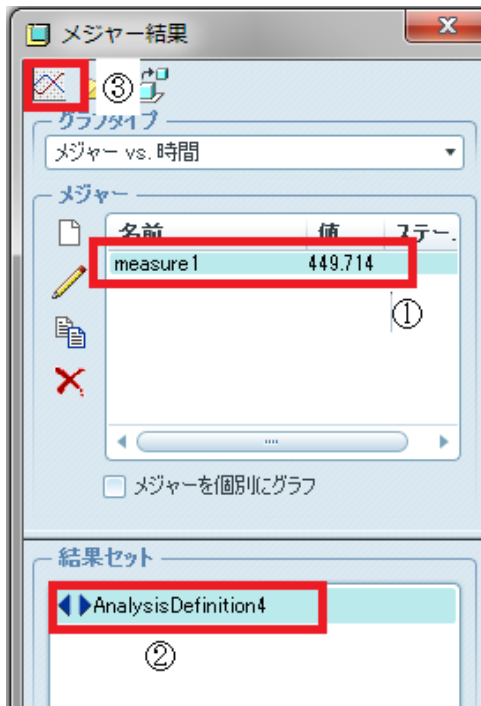
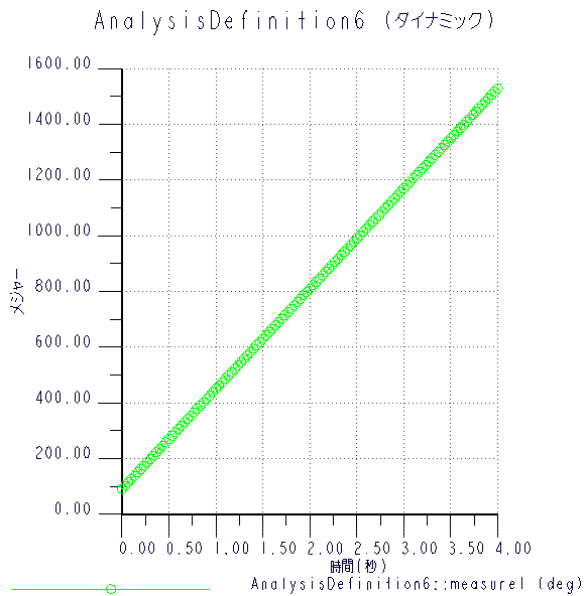

図 36 メジャーと結果セットの指定
図 37 メジャーと結果セットの指定
ダイアログボックスの中により。メジャーとして measure1（図 36 ①部）、結果セットとして AnalysisDefinition1（図 36 ②部）をクリックしハイライト状態にする。続いてボックス内左上にあるグラフ化アイコン（図 36 ③部）をクリックすると図 37 のようなグラフが作成される。グラフ内にある「グラフダイアログをフォーマット」アイコンをクリックするとデータの曲線やマーカーの色、大きさ、座標軸のスケール間隔や軸のタイトルなどを編集できるので試してみよう。また、グラフをエクセルのイメージで出力したい場合はグラフの左上にある「ファイル」をクリックし指定に従う。